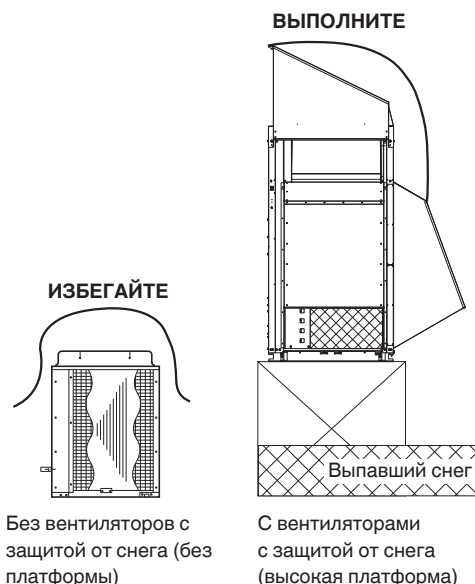

Рис. 2-5
В регионах с сильными снегопадами внешний блок должен быть снабжен надежной, высокой платформой и вентиляторами с защитой от снега. (Рис. 2-5)
- Высота платформы должна превышать максимальную глубину снега. (Рис. 2-5)